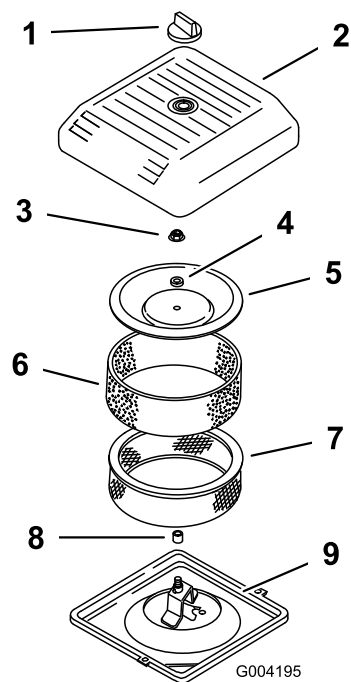

Figura 39
3. Desenrosque el pomo y retire la tapa del limpiador de aire (Figura 39).
4. Deslice cuidadosamente el prefiltro de gomaespuma para separarlo del elemento de papel (Figura 39).
5. Desenrosque la tuerca de la tapa y retire la tapa, el espaciador y el filtro de papel (Figura 39).
2. Coloque el conjunto del limpiador de aire sobre su base (**Figura 39**).
3. Instale la tapa y el espaciador y fíjelos con la tuerca de la tapa (**Figura 39**). Apriete la tuerca a 11 N·m (95 pulgadas-libra).
4. Instale la tapa del limpiador de aire y sujétela con el pomo (**Figura 39**).